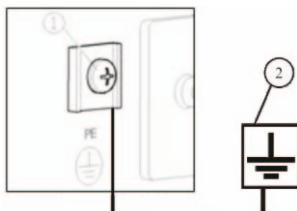

рис.10
Перед запуском генератора заземлите его для предотвращения поражения электрическим током. Для этого, с помощью электрокабеля сечением не менее  $2,5 \text{ мм}^2$ , соедините клемму заземления (1) на панели генератора с внешним источником заземления (2) (рис.10).